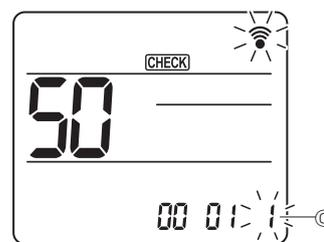

Fig. 6-19
- ④ Seleccionar el número de ajuste
- Utilice el botón [↓] para cambiar el número de ajuste ③. (Fig. 6-19)
- ⑤ Para seleccionar múltiples funciones continuamente
- Repita la selección de ③ y ④ para cambiar de manera continua los ajustes de varias funciones.
- ⑥ Para seleccionar la función completa